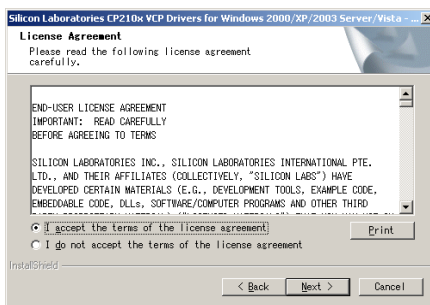

図11 USBドライバのインストール画面2
- ③「I accept...」を選んで次に進みます(図11)。